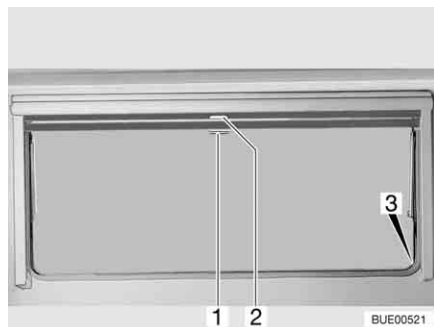

Fig. 81 Fenêtre projetante
- Tirer le store occultant vers le bas en le maintenant par la poignée (Fig. 81,2). Lorsque le store occultant est complètement fermé, l'accrocher des deux côtés du cadre de la fenêtre dans le dispositif de blocage (Fig. 81,3).
- Lorsque le store occultant est complètement fermé : Appuyer sur la poignée (Fig. 81,2) vers le bas tout en la tirant légèrement vers l'intérieur. Décrocher à droite et à gauche le store occultant du dispositif de blocage du cadre de la fenêtre.
- Si le store occultant se trouve dans une position intermédiaire : Tirer la poignée (Fig. 81,2) vers le bas jusqu'à ce que le dispositif de blocage se débloque.
- Tirer la moustiquaire par la poignée (Fig. 81,1) vers le bas et l'accrocher des deux côtés sur le cadre de la fenêtre dans le dispositif de blocage (Fig. 81,3).
- Appuyer sur la poignée (Fig. 81,1) vers le bas tout en la tirant légèrement vers l'intérieur. Décrocher à droite et à gauche la moustiquaire des dispositifs de blocage du cadre de la fenêtre.